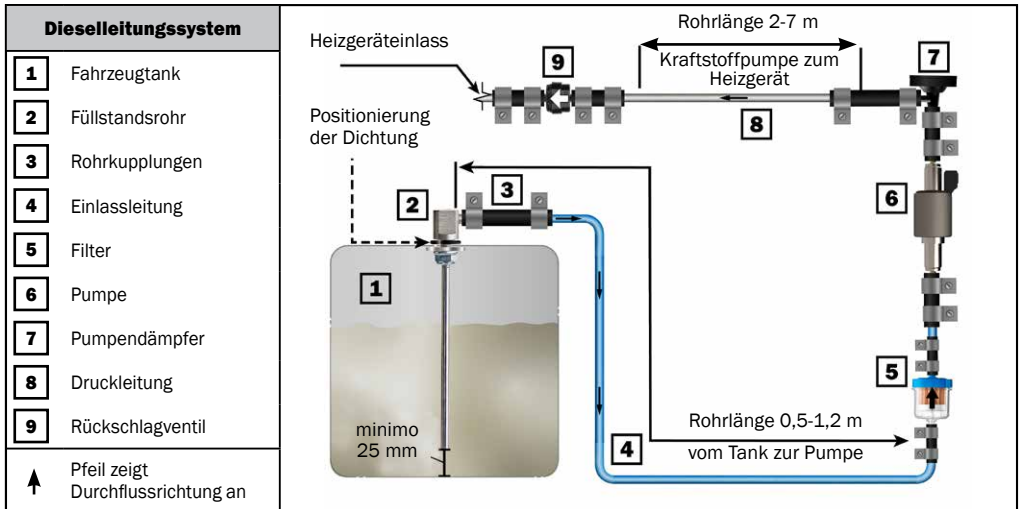

Abbildung 18
- Die Kraftstoffleitung darf nicht von der Kraftstoffpumpe zum Brenner nach unten führen - siehe Abbildung 18.